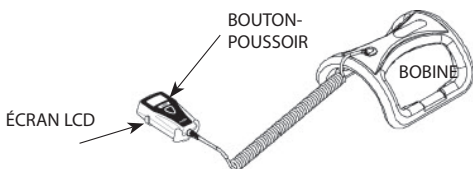

Figure 3. OL1000 SC
3. Pour démarrer le traitement, appuyer sur le bouton-poussoir situé à côté de l'écran à cristaux liquides (LCD) (voir la figure 3). **Le maintenir enfoncé jusqu'au retentissement du bip puis le relâcher.**